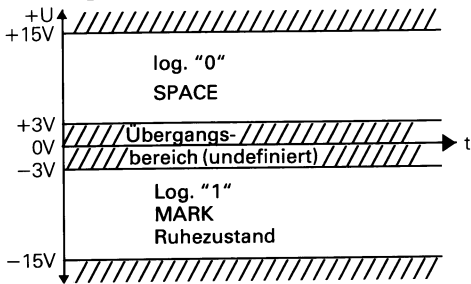

Abb. 3: Logikdefinition für Datenleitungen
- positiv, so herrscht der Signalzustand log. „0“, auch als SPACE (spacing condition) bezeichnet (vgl. Abb. 3)